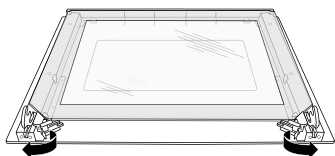

Рис. 3
3. Положите дверцу горизонтально на внешнюю сторону и раздвиньте в стороны крепления внутреннего стекла (рис.3)